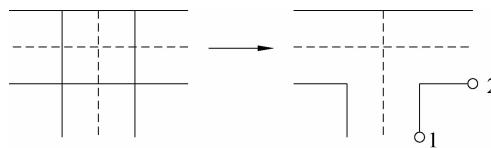

图 4-14 “T形合并”工具
(6) T形合并:用于在两条多线之间创建合并的 T 形交点。将一条多线修剪或延伸到与另一条多线的交点处,如图 4-14 所示。